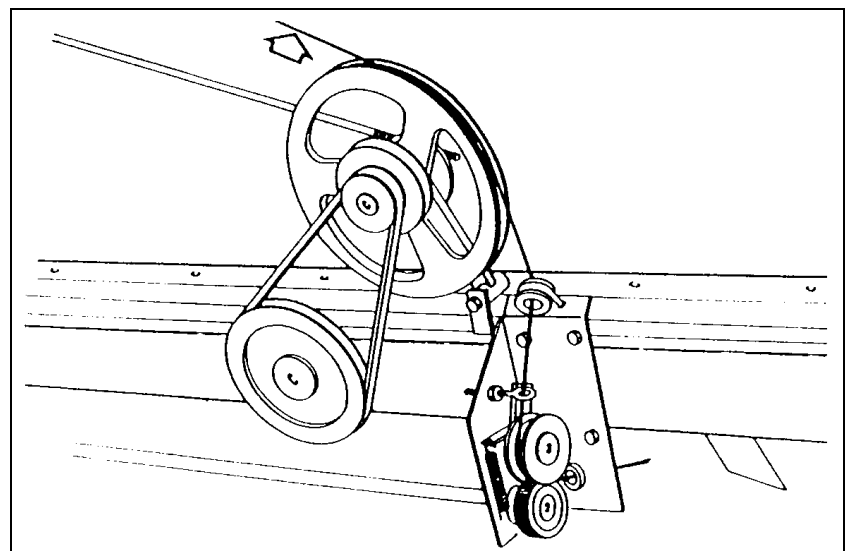

Abb. 6
6. Wenn der Bindezyklus abgeschlossen ist (im Falle doppelter Bindung wird dies dadurch angezeigt, dass das sich drehende Antriebsrad in Abb.6 anhält), wie folgt vorgehen: